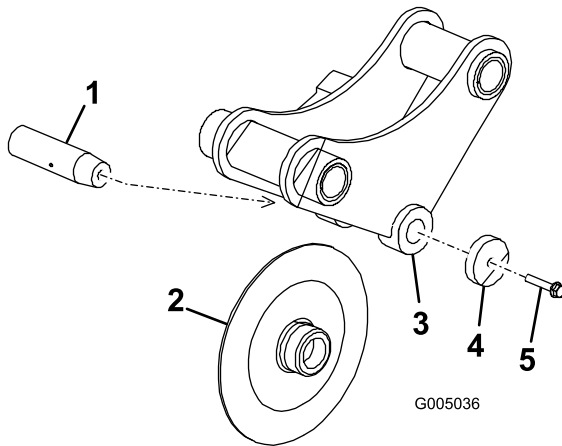

Figura 16
3. Desenrosque 1,3 cm aproximadamente el tornillo del eje de la cuchilla circular, luego golpéelo varias veces con un martillo para aflojar el eje (Figura 16).
4. Retire completamente el tornillo del eje de la cuchilla circular, la arandela, la cuchilla circular y el eje de la cuchilla circular (Figura 16).
5. Coloque la cuchilla circular nueva en el soporte de la cuchilla circular (Figura 16).
6. Pase el eje de la cuchilla circular a través del soporte y la cuchilla circular, y fíjelo con el tornillo del eje y la arandela (Figura 16).